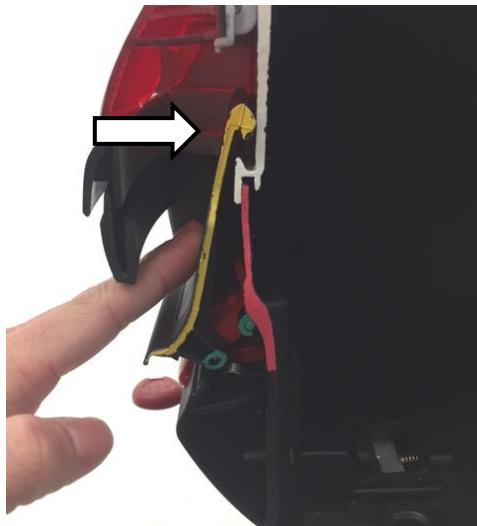
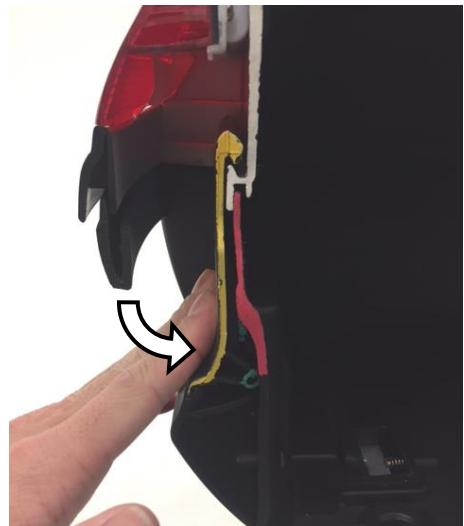

図 C1
図 C2
- ②キーが右（3時方向）にしっかりと回っていることを確認したうえで、まず先に①ケースの開閉レバー上側を①ケースに向かって軽く押し倒し（図 C1 参照）、次いで開閉レバーバー下側を①ケースに向かって押し下げてレバー上側と①ケースの蓋をしっかりと勘合させます。（図 C2 参照）